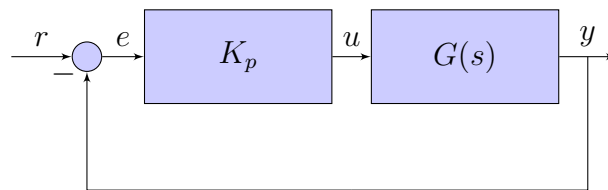

Figura 2: Diagrama de blocos de um sistema de malha fechada.
1. Obtenha a função de transferência de malha fechada do sistema da Figura 2.
2. Obtenha manualmente a tabela de Routh da função de transferência de malha aberta dado pela Equação (1). Substitua os valores na função de transferência.
O diagrama de blocos de um sistema de malha fechada é dado pela Figura 2, sendo r a referência, e o erro, u a entrada de controle e y a saída da planta, K_p é o ganho proporcional do controlador e $G(s)$ a função de transferência.
Deseja-se realizar a simulação do sistema apresentado na Figura 2 utilizando o XCOS. Desse modo, pede-se:
1. Realize a simulação do sistema de controle de posição de um motor CC apresentado na Figura 2 através de blocos de função de transferência. Considere a entrada de referência como 1 radiano. Para a composição da simulação utilize os seguintes blocos: